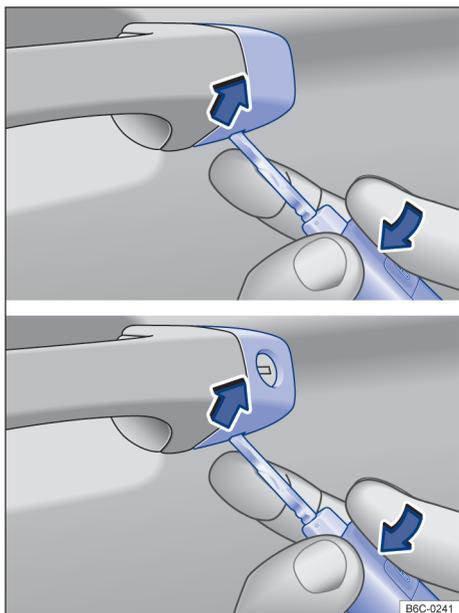

Fig. 58 Maçaneta da porta do condutor: remover a capa.
- Levantar a capa de cobertura com a chave do veículo no sentido da seta → Fig. 58.